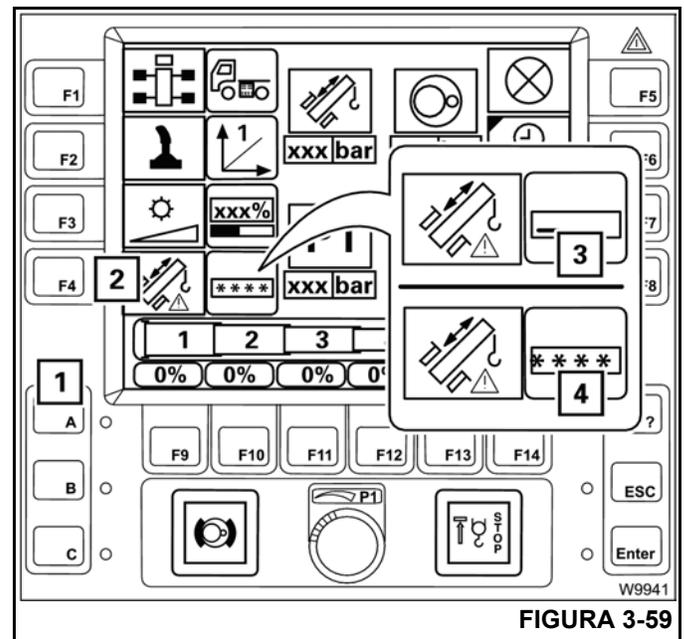

FIGURA 3-59
1. Presione una vez el botón F4 (2, Figura 3-59); aparece el símbolo (3).